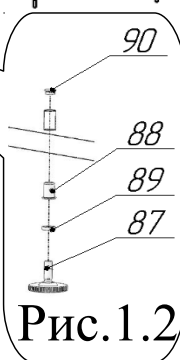

Рис.1.2
1. Установить втулки опоры поз.88 в отверстия панели нижней поз.60 до упора, используя подходящий ударный инструмент (рис.1.2). Надеть на стержни опоры регулируемой поз.87 шайбы поз. 89, ввинтить их в установленные втулки опоры поз.88.